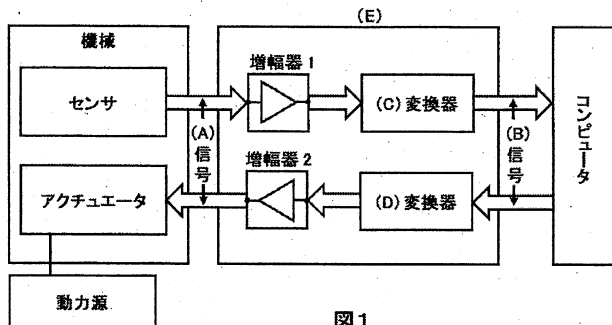

図1
問1. 電子機械の構成例を図1に示した。以下の問いに答えよ。
(1) 下記にある□に囲まれた文章は図1に関連した内容である。空欄(A)-(F)を埋めよ。
(2) 文章内の下線が示す定理と□(C)変換時に生じる誤差の名称を述べよ。